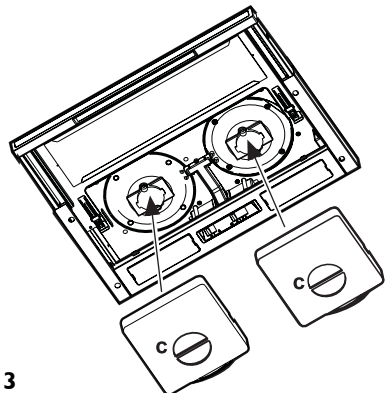

Abb. 3
3. Falls die Kohlefilter bereits eingebaut sind (je nach Modell ein oder zwei Filter, die als Abdeckung der Motorschutzgitter eingebaut sind) und gewechselt werden müssen, drehen Sie den mittleren Griff (**Abb. 3 - c**) bis zur Entriegelung der Filter gegen den Uhrzeigersinn.
(zwei Motorschutzgitter - zwei Kohlefilter, ein Motorschutzgitter - ein Kohlefilter. Anschließend drehen Sie den mittleren Griff (**Abb. 3 - c**) im Uhrzeigersinn.